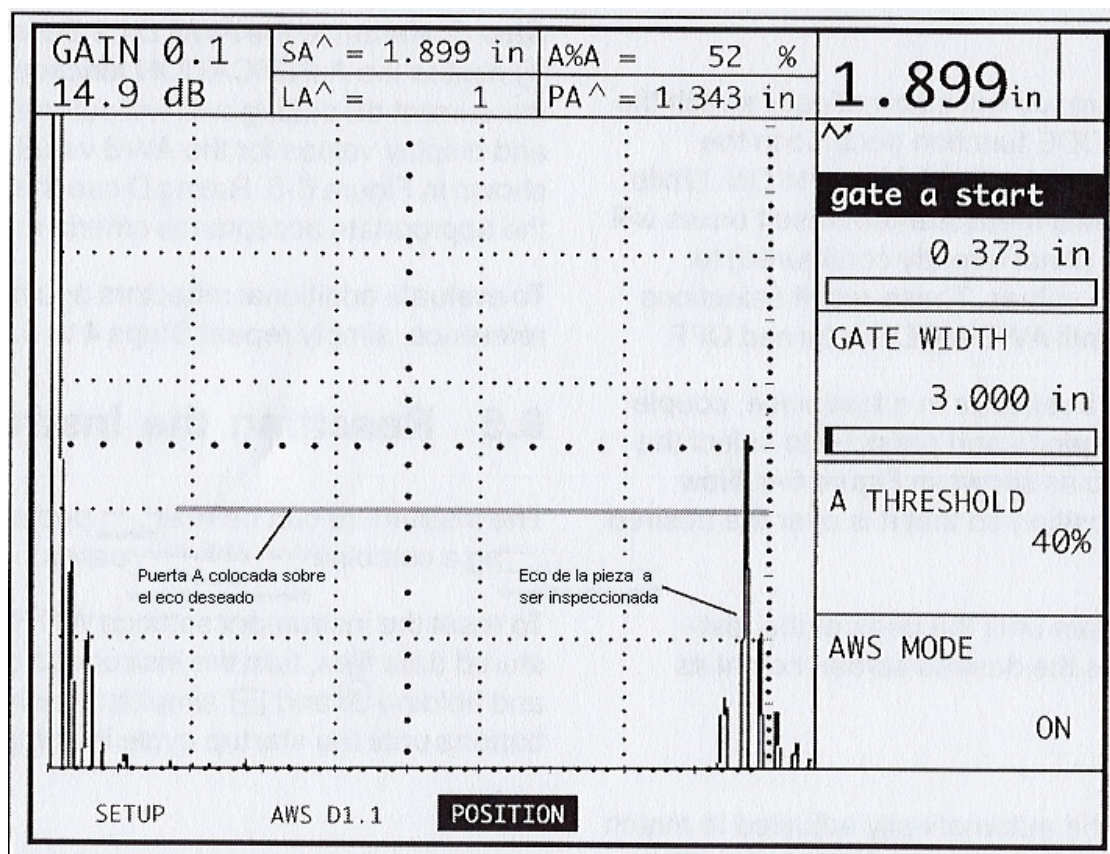

FIGURA 6-4—Coloque la COMPUERTA A de tal forma que esté sobre el eco deseado
Paso 4: Para evaluar el reflector de la pieza de prueba, acople el transductor en la pieza de prueba y presione  para seleccionar el submenú POSICIÓN como se muestra en la Figura 6-4. Ahora ajuste la posición de la Compuerta A para que esté sobre la señal deseada.